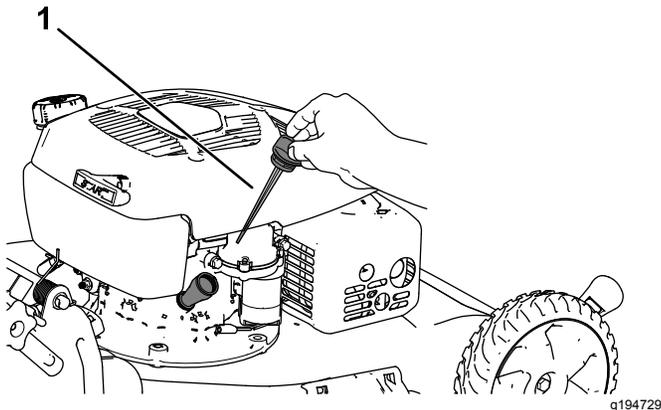

Figure 34
3. Tournez le bouchon dans le sens antihoraire et sortez la jauge (Figure 34).